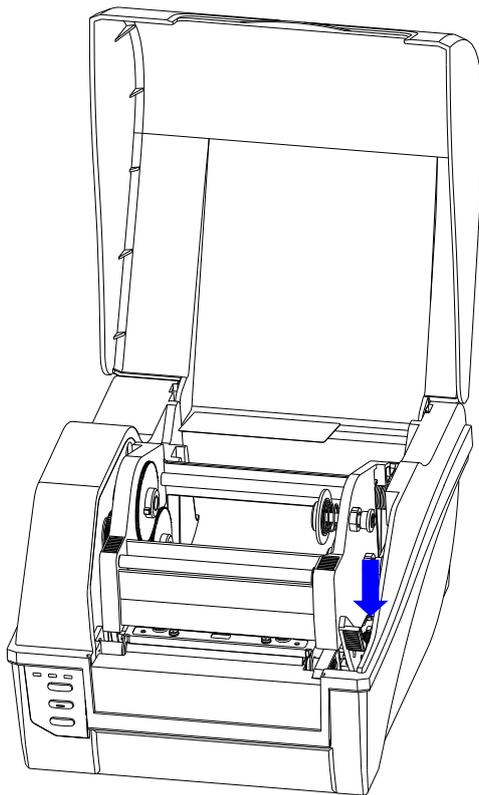

图 2-6 松开打印模組
1. 打开打印机上盖，按下锁紧杆，松开打印模組。如图 2-6 所示。